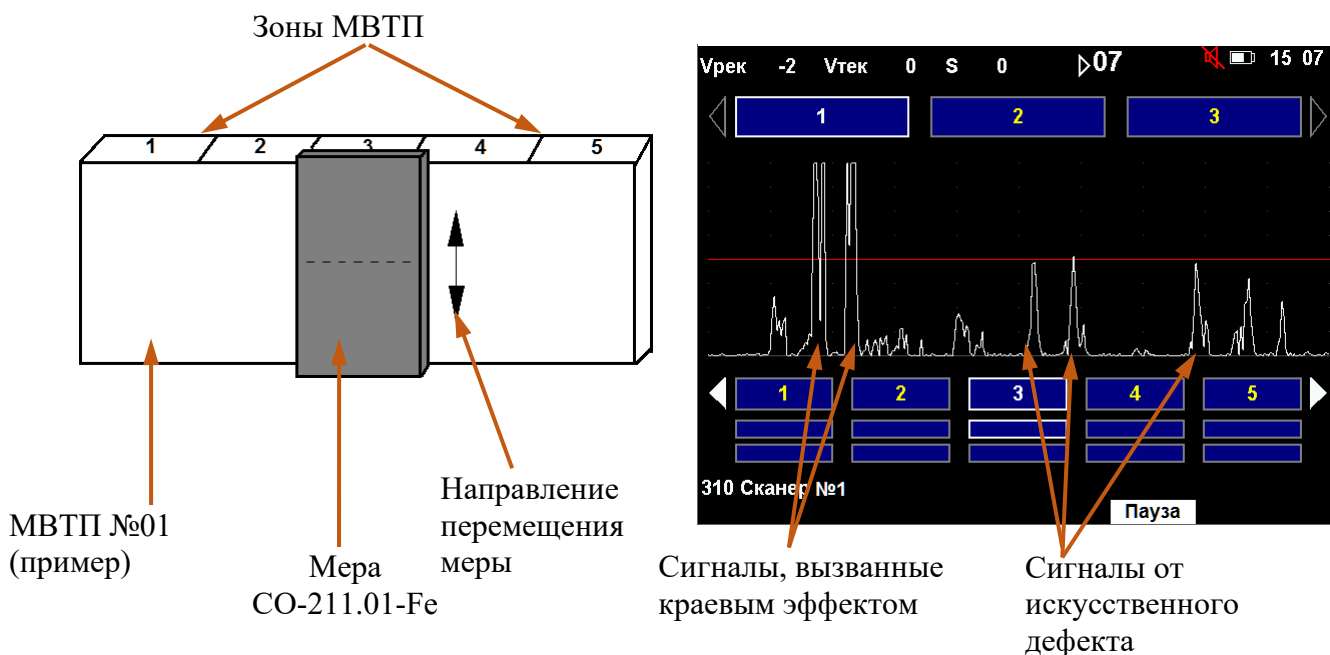

Рисунок 10.14
10.2.2.23 Расположить меру СО-211.01-Fe вдоль выбранной зоны МВТП (МЦУ) таким образом, чтобы искусственный дефект глубиной 0,5 мм или 3,0 мм (таблица 11) располагался по центру этой зоны (см. рисунок 10.14), после чего нажать кнопку  (функциональная кнопка «Пуск»).
10.2.2.24 Перемещая меру в небольших пределах (не более 5 мм относительно центра зоны) вдоль активной зоны МВТП (МЦУ) (см. рисунок 10.14) в одну и другую сторону, добиться появления на экране дефектоскопа нескольких сигналов от искусственного дефекта. При увеличении предела перемещения меры относительно центра зоны на экране дефектоскопа могут наблюдаться ложные сигналы, обусловленные краевым эффектом.